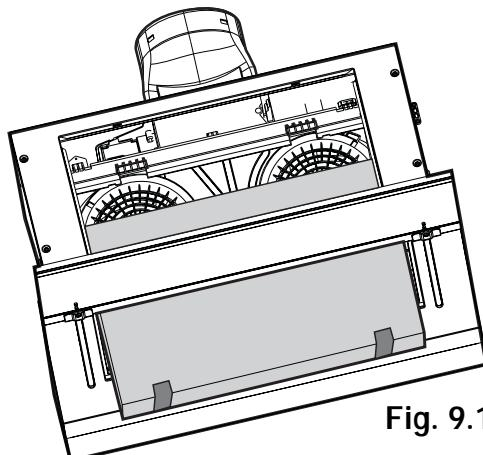
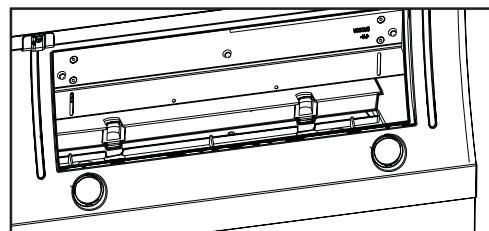

Fig. 9.1
Fig. 9.2
3. Introduza o filtro de carbono nos ganchos superiores **T** (**Fig. 9.1**) e fixe definitivamente através dos ganchos inferiores **S** (**Fig. 9.2**).